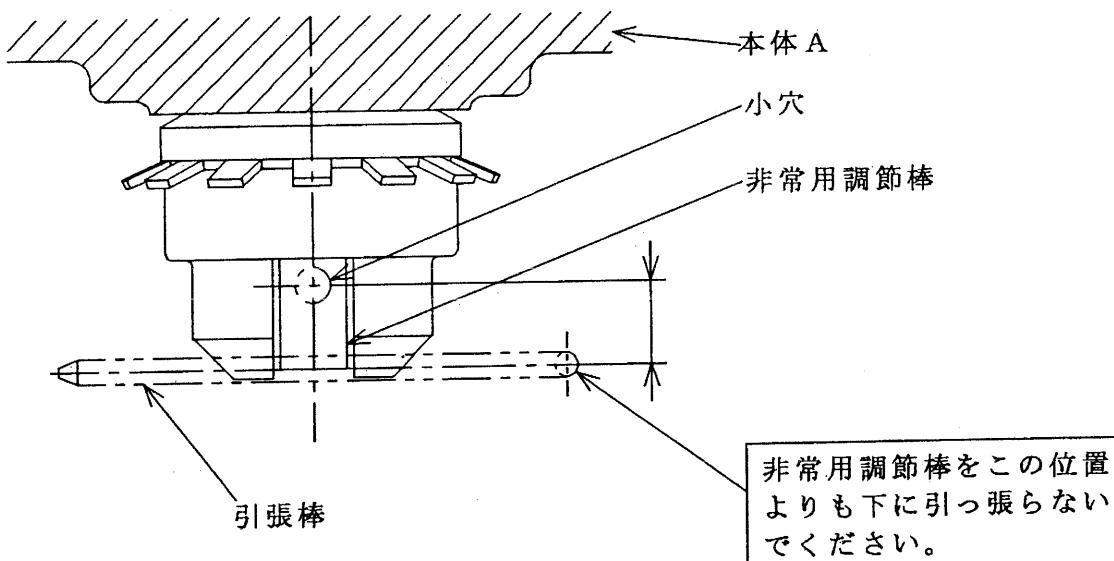

図4 非常用調節棒
- (1) 本体Aの下に非常用調節棒があります。正常の作動の場合には非常用調節棒を使用する必要はありません。この調節棒は、非常の場合、例えばセンサが破損したために液体温度が異常に上昇したような場合のみ使用します。
- (2) エレメントが正常に作動しているかどうかは非常用調節棒の下端の動きを見ると分かります。
- (3) 非常用調節棒を引張ったり回転したりし易いよう引張棒が付属しています。通常は引張棒を非常用調節棒に差し込みます、ぶら下げておいてください。調節すべき液体の温度が異常に上昇したとき、非常用調節棒の小穴に引張棒を差し込んで下に引張り、90度右に回転して固定します（図4参照）。これで流路Aと流路Cとが強制的に連絡されてクーラーや冷却塔に通水し流体の過熱を防止することができます。